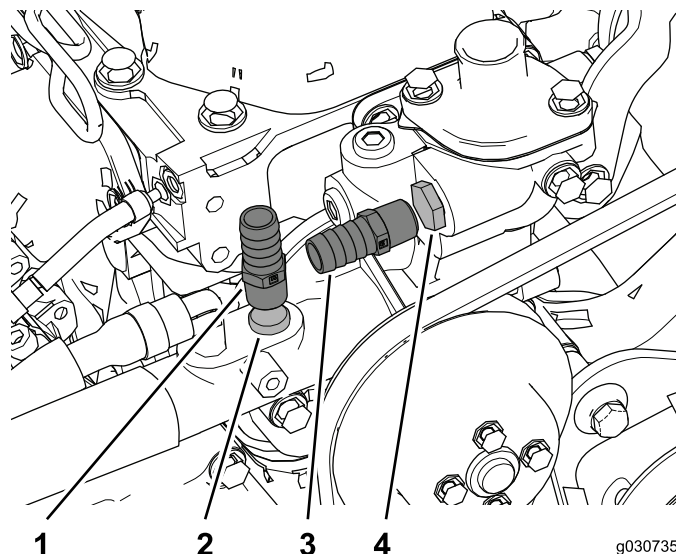

Bild 37
2. Entfernen Sie die Stöpsel des Zulauf- und Rücklaufschlauchs der Heizung vom Motor und befestigen Sie die Anschlussstücke (3/8" NPT x 0,625 Zahnung), wie in Bild 37 abgebildet.